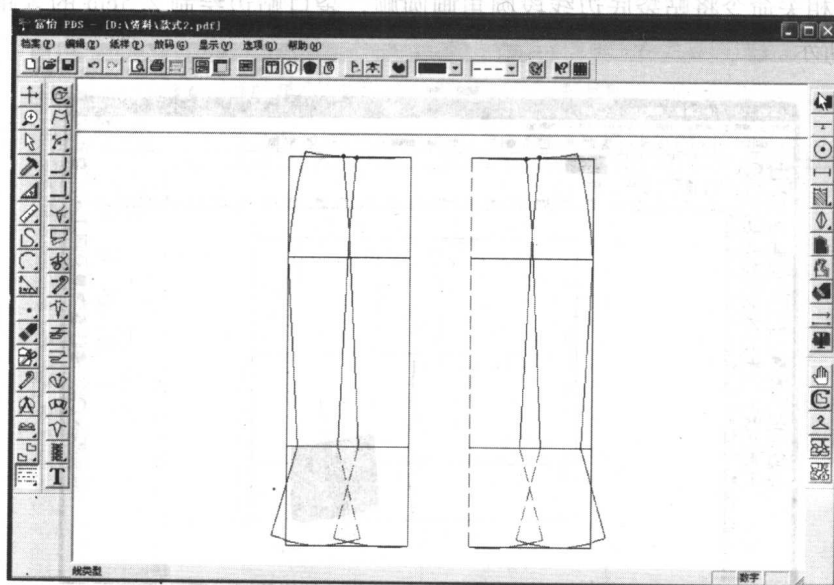

图 1-3-2
2. 运用相关命令将图形中相应的线条颜色改为红色虚线, 如图 1-3-2 所示。